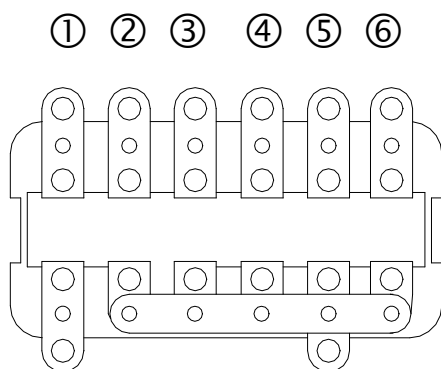

FIGURA 1-15
1.6.3 – CAIXA DE FUSÍVEIS (FIGURA 1-15)
A capacidade dos fusíveis, de acordo com o seu arranjo (Figura 1-15) são: